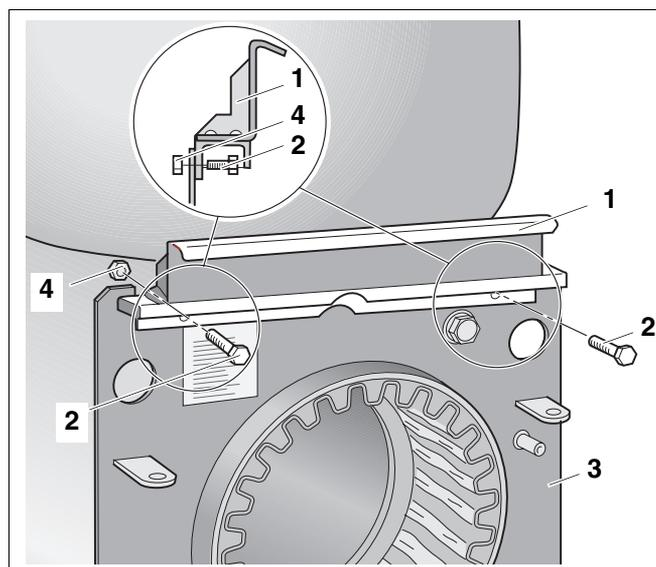

Abb. 10 Vordere Traverse montieren
- Vordere Traverse (Abb. 10, **Pos. 1**) mit zwei Befestigungsschrauben (Abb. 10, **Pos. 2**) und Muttern (Abb. 10, **Pos. 4**) an der Vorderwand des Heizkessels (Abb. 10, **Pos. 3**) schrauben.